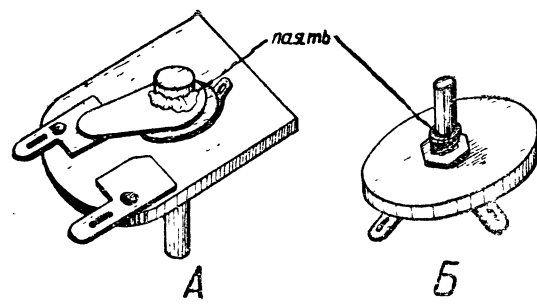

Рис. 2. Конструкция самодельных переключателя программ (А) и выключателя питания (Б)
**ПЕРЕКЛЮЧАТЕЛИ.** Выполняются из деталей сопротивления СПО-0,5 и старого реле. Их конструкция ясна из рис. 2. Корпус СПО опиливается так, чтобы получить втулку с резьбой. Из гетинакса или текстолита вырезаются основания, к которым приклеиваются обрезанные контакты реле. Под втулку подкладывается шайба с ушком. К оси с одной стороны припаивается контактный нож, а со стороны втулки — проволоочная шайба. Шайбу нужно припаять так, чтобы был обеспечен хороший контакт и сравнительно легкий ход. У переключателя  $\Pi_1$  нет упоров. Их роль выполняет корпус очков. У переключателя  $\Pi_2$  такие